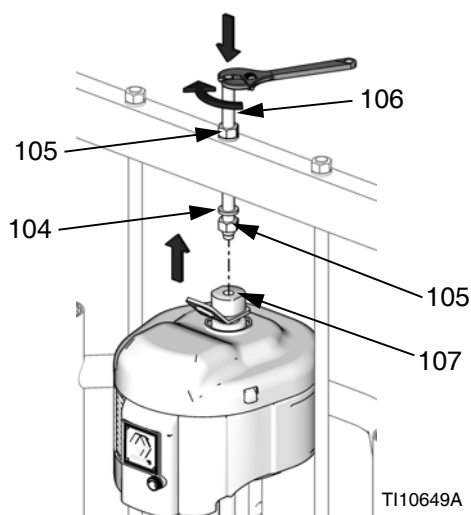

ABB. 30
- b. Gewindestange (106) durch Loch in der Mitte des Querbalkens führen. An Gewindestange (106) über und unter dem Querbalken Sicherungsscheiben (104) und Muttern (105) anbringen. Transportring-Adapter (107) mit Schraubenschlüssel fixieren und mit einem anderen Schraubenschlüssel Gewindestange (106) im Transportring-Adapter (107) festziehen. Siehe ABB. 30.
- c. Mutter (105) unter Querbalken mit einem Anzugsmoment von maximal 34 N•m (25 ft-lb) festziehen.
- d. Mutter (105) über Querbalken festziehen, um Motor zu fixieren.